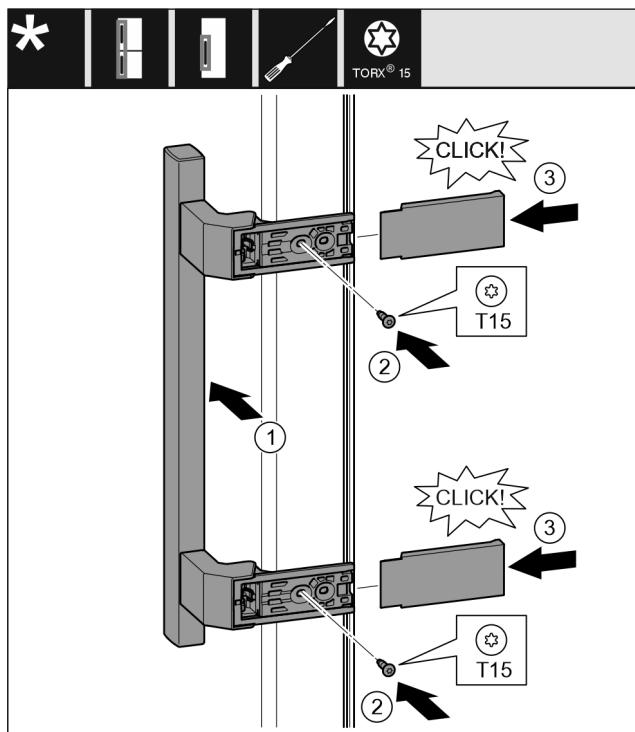

Fig. 16
- ▶ Rankenėlę uždékite priešingoje pusėje. Fig. 16 (1)
- ▶ Tvirtai prisukite varžtus atsuktuvu T15. Fig. 16 (2)
- ▶ Uždékite dengiamasių plokštelių ir jas užmaukite. Fig. 16 (3)